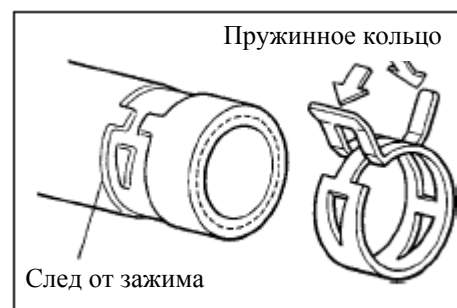

Рис.15
- (1) До демонтажа шланга, проверьте положение хомута и надежность его крепления.
- (2) Замените деформированный или погнутый зажим новым.
- (3) В случае повторного использования шланга, устанавливайте хомут на то же место, где остались следы от предыдущего хомута(рис. 15).
- (4) При установке стального ленточного пружинного стопорного кольца установите его, прилагая силу в направлении стрелки (рис. 15).